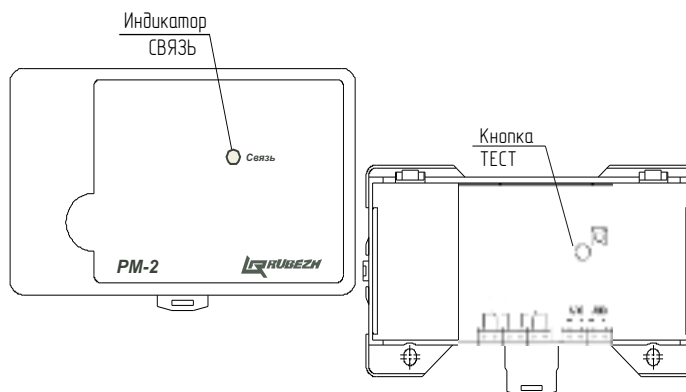

Рисунок 1
5.2 Конструктивно релейный модуль выполнен в виде блока, состоящего из пластмассового корпуса (основание и крышка), внутри которого размещена плата с радиоэлементами (Рисунок 1).
- 7.5 Для конфигурирования релейного модуля, подключенного к АЛС, начальный адрес которого неизвестен, необходимо зайти в меню прибора, выбрать пункт **Настройка (Конфигурация) => Сервис => Адресация устройства** и нажать кнопку **ТЕСТ** на релейном модуле (Рисунок 1). На экране прибора откроется меню параметров релейного модуля: